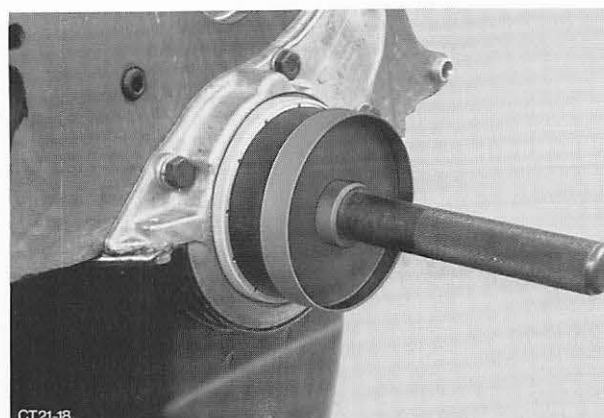

Abb. 301b Radialdichtring mit Spezialwerkzeug G2-6701 einbauen
5. Einbau des Radialdichtringes mit Spezialwerkzeug G2-6701 wie unter Arbeits-Pos.-Nr. 21 468 4 Punkt 4 beschrieben, Abb. 301b.